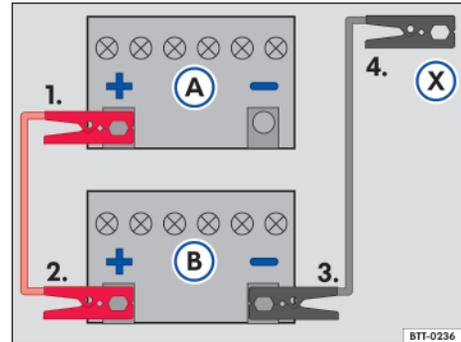

Fig. 213 Esquema para la conexión de los cables auxiliares de arranque: batería del vehículo descargada (A) y batería del vehículo que provee la corriente (B).
Leyenda para → fig. 213:
Conectar el cable de arranque auxiliar solo en la secuencia 1 – 2 – 3 – 4 → fig. 213.
- Conectar una extremidad del cable auxiliar de arranque *rojo* al polo positivo (+) del vehículo con la batería del vehículo descargada → fig. 213 (A) → ⚠.
- Conectar el otro extremo del cable de arranque auxiliar *rojo* al polo positivo (+) del vehículo que suministra corriente (B).
- Conectar un extremo del cable de arranque auxiliar *negro* (X) al polo negativo de la batería del vehículo que suministra la corriente (B).
- Conectar el otro extremo del cable de arranque auxiliar *negro* (X) al vehículo con la batería descargada en un punto de ayuda al arranque (punto de puesta tierra) o una pieza maciza de metal atornillada firmemente al bloque del motor, sin embargo, no cerca de la batería (A) → ⚠.